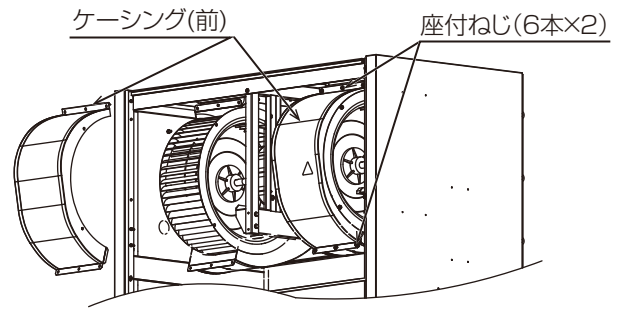

図 4
5. 左右のケーシング前を取外してください。[図 4] (座付ねじ：6本×2)